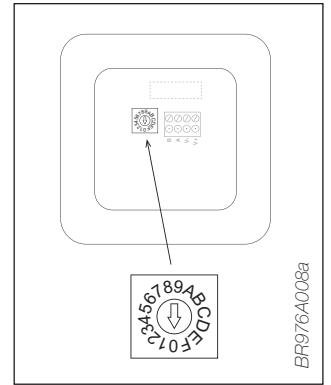

Fig. 5 - Rotary selector
- Abb. 5: Drehwähler
- Fig. 5 : Sélecteur rotatif